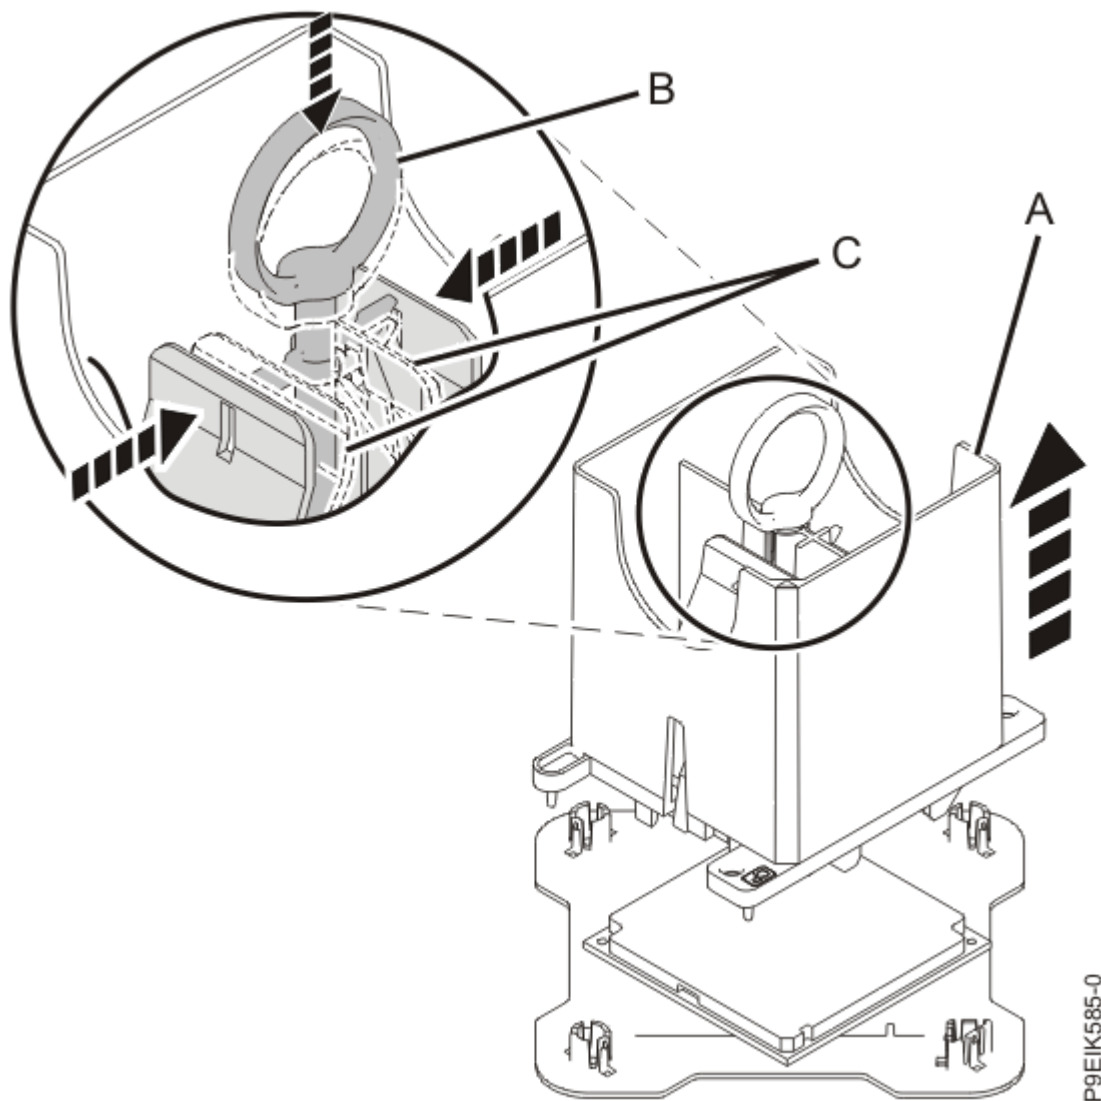

Figura 12. Cómo liberar el módulo del procesador del sistema de la herramienta
6. Libere el módulo del procesador del sistema empujando el anillo **(B)** hacia abajo. Sostenga el anillo **(B)** hacia abajo mientras presiona las pestañas azules **(C)** hacia dentro, tal como se muestra en la Figura 12 en la página 15. Asegúrese de que el anillo se engarza en los agujeros de las patillas azules y que éstas queden bien fijadas.